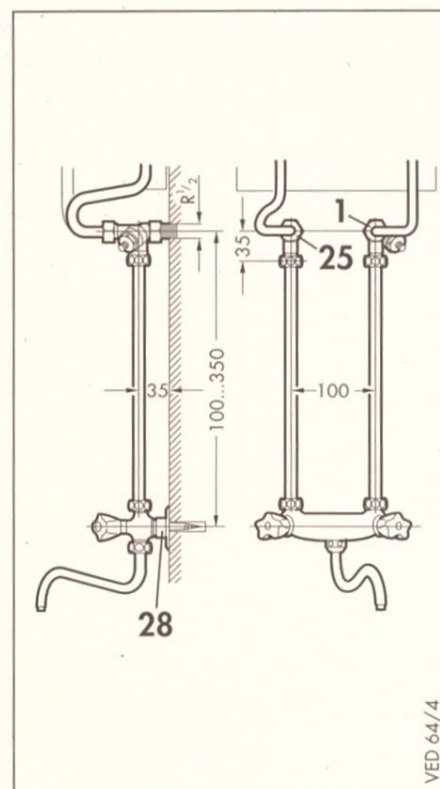
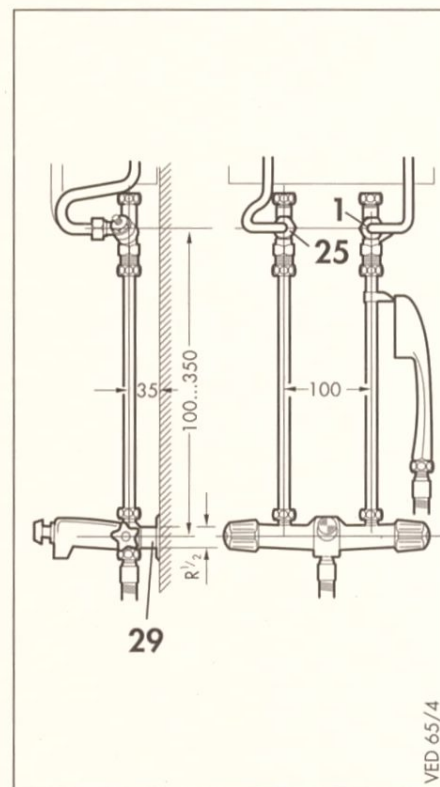

Abbildung 5.6
Abbildung 5.7
Die Zweigriff-Druckarmatur wird über die beiden Verbindungsrohre** an die Wasseranschlußstücke (1 und 25) angeschraubt. Bei Kaltwasseranschluß direkt am VED .../4 EP wird die Druck-Mischbatterie mit dem Anschraubstück (28)** – wie in Abbildung 5.6 gezeigt – an der Wand befestigt. Für Kaltwasseranschluß über die Druck-Bademischbatterie wird diese über das Anschlußstück R 1/2 (29)** – wie in Abbildung 5.7 gezeigt – mit dem Kaltwassernetz verbunden.
Legende zu Abbildung 5.6 und 5.7